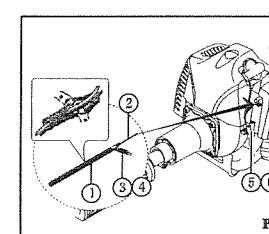

Рис. 2
2. Установите трос газа и провода (Рис. 2, 3 и 4)